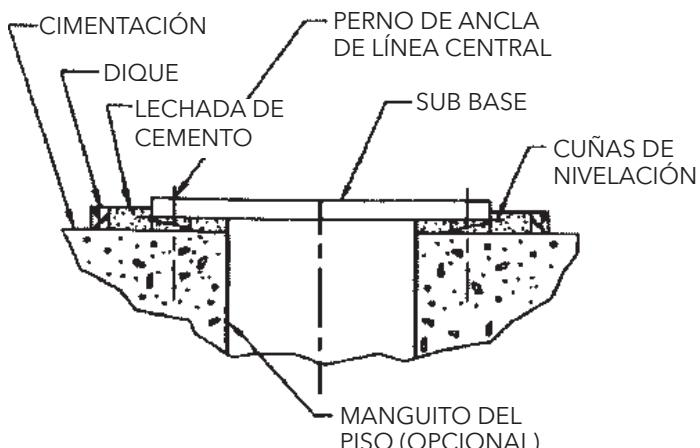

Figura 6
- Usando cuñas de nivelación, esto se muestra en la Figura 6.
- Construya un dique alrededor de la cimentación (Vea la Figura 6). Cimentaciones completamente húmedas. Consulte las instrucciones del fabricante del cemento.